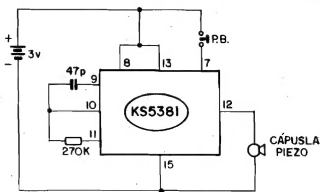

Fig. 1
Vamos por partes, Jorge... Pra começar, a falha que Você descobriu realmente existe (aproveitamos para agradecer pela colaboração, e pedir desculpas à Turma, pelo "escorregão"...). Notem que o "esquema" (pág. 33 - fig. 1 - APE 29) está correto, e o lapso encontra-se unicamente no "chapeado" (pág. 36 - fig. 4). O que ocorreu foi uma "troca simples" na notação dos valores dos tais re-
Pra Você ver, Ronnie, que aquilo que sempre dizemos ("simples é melhor") não é balela...! Arranjos extremamente "enxugados" costumam - em aplicações não sofisticadas - dar excelentes resultados práticos! O DEMP é um exemplo "vivo"... Pode montar, tranquilo, que vai funcionar direito (Você já viu a montagem do seu amigo, não é...?). Agora, quanto às modificações que Você pretende, experimente as sugestões relacionadas na fig. C (compare com o "esquema" original, fig. 1 - pág. 38 - APE nº 30). Pode, sim, mudar a alimentação para 9V, sem problemas em usar a pequena bateria, já que o consumo médio de Corrente é baixo, em qualquer caso... Conforme mostra o asterisco dentro de um pequeno círculo, altere o valor do resistor original de 100K para 150K (apenas para prevenir "sobre-polarização" no transistor...). Se isso gerar um "abaixamento" muito sensível na frequência do sinal audível emitido, "compense" a constante de tempo, diminuindo o valor original do capacitor (470n) para 390n... Para substituir o alto-falante, a primeira providência será oferecer ao circuito uma "carga falsa" equivalente, o que pode ser feito pela inserção de um resistor de 12R (asterisco dentro de um quadradinho) simplesmente "no lugar" do tal alto-falante... A ligação de uma cápsula transdutora piezo (cristal) poderá ser, então, tentada em dois lugares: ou entre os pontos A-A (ver ligação em linhas tracejadas, na figura) ou entre os pontos B-B (também diagramado na figura, em linhas tracejadas...). Adote a solução que melhor resultados "auditivos" der... Eventualmente, dependendo da impedância real da cápsula de cristal utilizada, talvez o melhor desempenho seja obtido colocando-se em série com o tal transdutor um capacitor (poliéster) de 10 a 100n (experimente, e fixe-se no valor que melhor resultado der...).
- **FIG. 1 - O CIRCUITO** - Tudo, mas **tudo mesmo**, da parte ativa do circuito, encontra-se "dentro" do Integrado KS5381, numa verdadeira obra prima da engenharia industrial que, atualmente, consegue enfiar uma manada de elefantes num... galinheiro! O KS5381 é apresentado em pinagem DIL (16 "pernas") convencional, sendo muitas as suas possibilidades de acesso e controle, a maioria das quais, entretanto, não vem ao caso para a montagem da "COM" (CAIXINHA DE 7 MÚSICAS). Aos pinos 9-10-11 devem ser acoplados, simplesmente, um resistor de 270K (valor recomendado pelo fabricante) e um capacitor